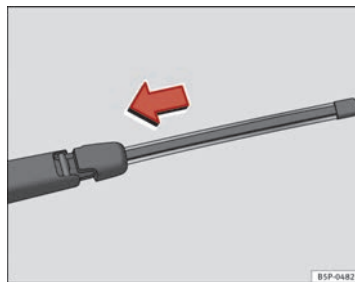

Fig. 132 Colocar a escova do limpa-vidros traseiro
- Posicionar a escova, tal como se indica na ⇒ Fig. 132 e deslizar o adaptador até que encaixe.